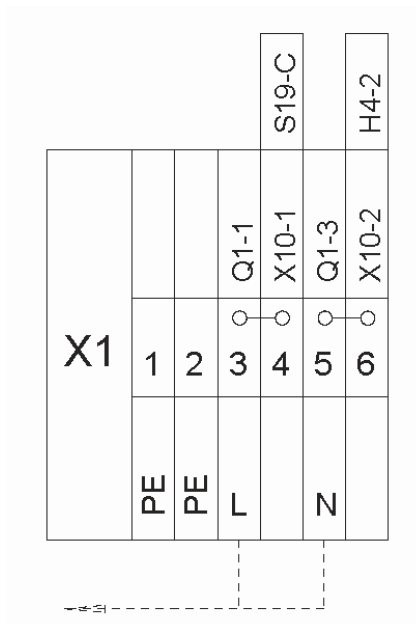

Рис. 4 Рабочее питание
6.4.1 Присоединить однофазное питание 200 ~ 240В 50 Гц к клеммам 3, и 5 клеммной колодки X1, см. Рис. 4